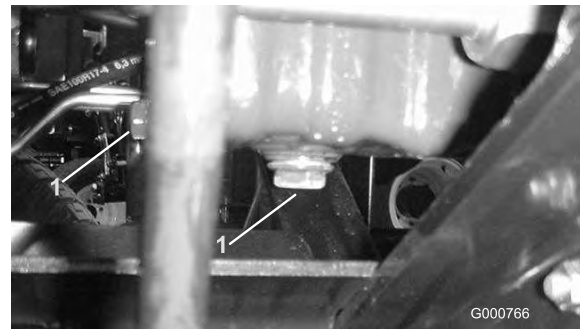

図 42
1. ドレン・プラグ (図 42) を外してオイルを容器に受ける。オイルが抜けたらドレン・プラグを取り付ける。